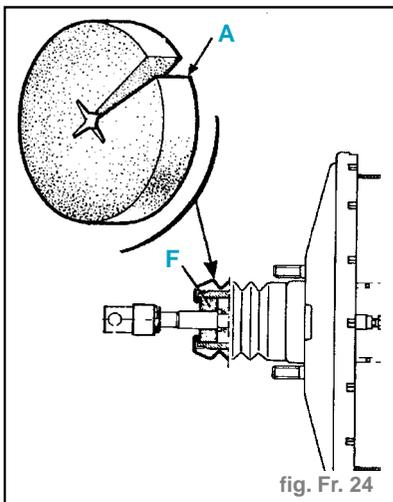

fig. Fr. 24
- Pour le remplacement du filtre à air (F), il n'est pas nécessaire de déposer le servo-frein. (fig. Fr. 24)